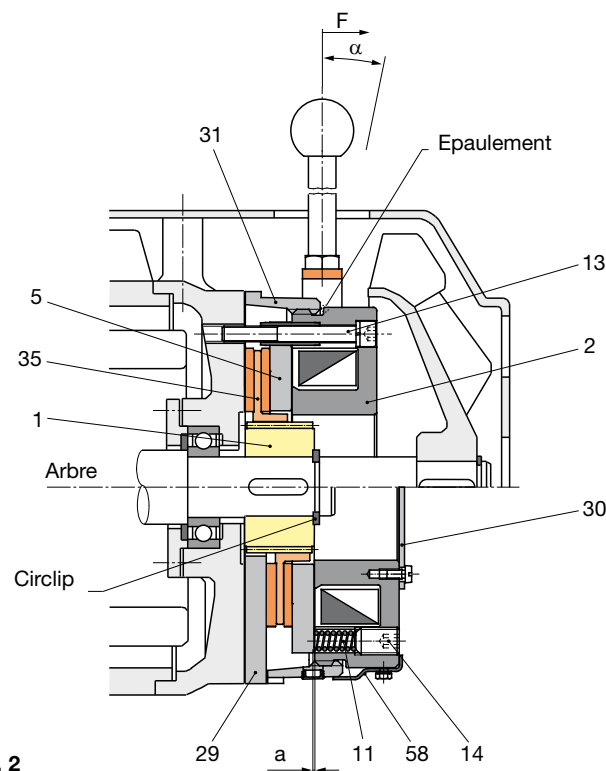

Fig. 2
- La tolérance de position des trous filetés pour les vis à tête cylindrique (13, fig. 2) ne doit pas excéder 0,2 mm.
- Une surface de contre-friction adéquate en acier ou en fonte grise est nécessaire pour le rotor (35). Des surfaces rugueuses et à arêtes vives sont à éviter. Si vous ne disposez pas d'une telle surface, vous pouvez utiliser notre flasque (29, fig. 2).
Les types de freins équipés d'un couvercle (30, illustrés sur la partie inférieure de la figure 2) sont entièrement fermés et correspondent à un degré de protection IP 54.
Les freins de sécurité ROBA-stop® sont réglés en usine au couple de freinage prescrit lors de la commande. Un vissage des tiges filetées (14, fig. 2, page 24) vers la gauche permet de réduire le couple de freinage, vers la droite de l'augmenter.
Lors du réglage du couple de freinage, veillez à serrer les tiges filetées (14, fig. 2, page 24) uniformément.
Pour diminuer considérablement le couple de freinage, il est possible de retirer des ressorts (11 fig. 2, page 24). Pour cela il faut toujours retirer 2 ressorts opposés, de façon à répartir la charge uniformément sur le disque de freinage (5).
L'entrefer de travail entre le disque de freinage (5) et le porte-bobine (2) est réglé en usine à la cote nominale „a“, fig. 2, page 24 et tableau 1, page 25.
4. Serrer les vis de fixation (13) (au couple de serrage selon le tableau 1) et fixer la pièce de blocage (58).
Ce réglage peut être effectué plusieurs fois jusqu'au moment où le carter gradué (31) butera contre l'épaule du porte-bobine (2), fig. 2, page 24. Cet épaulement évite une usure du rotor (35) hors tolérance. Si le réglage par carter gradué n'est plus possible, il faut alors remplacer le rotor (35).